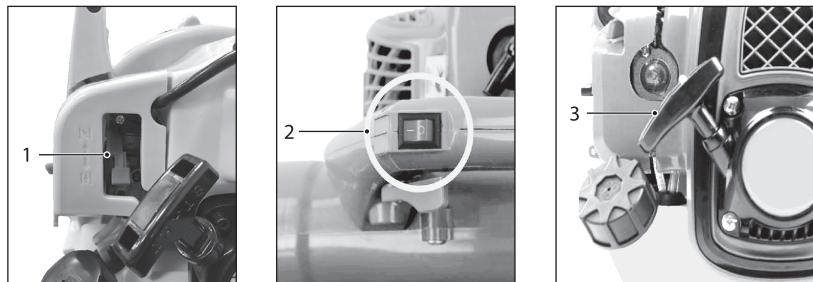

Рис. 8
1. Переведите рычаг воздушной заслонки 1 (рис. 8) в нижнее положение  «Открыто».
2. Включите зажигание выключателем 2 (рис. 8), расположенным на рукоятке.
3. Плавно потяните рукоятку стартера 3 (рис. 8) до момента зацепления в механизме и энергично вытяните шнур еще на 50–60 см. Повторите до запуска двигателя.